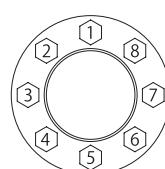

图 13 夹紧螺丝按照顺序
3. 夹紧螺丝需要如图13所示逆时针方向逐个拧紧。注意不是对角顺序。用扭矩扳手根据表中参考Ms值多次拧紧螺丝。注意夹盘的间隙W一定要保证。